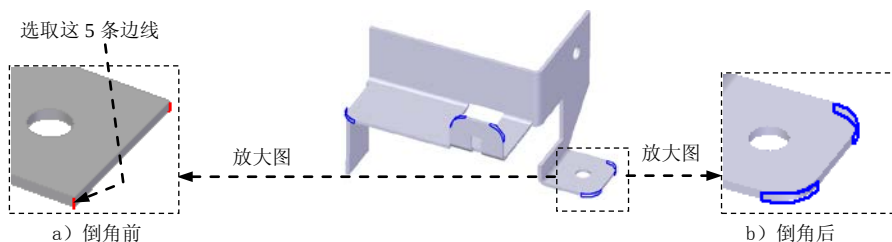

图 5.8.36 倒角特征 1
(5) 单击命令条中的 **完成** 按钮，完成特征的创建。
Step14. 创建图 5.8.36 所示的倒角特征 1。
(1) 选择命令。单击“主页”功能选项卡“钣金”工具栏中的 **倒角** 按钮。